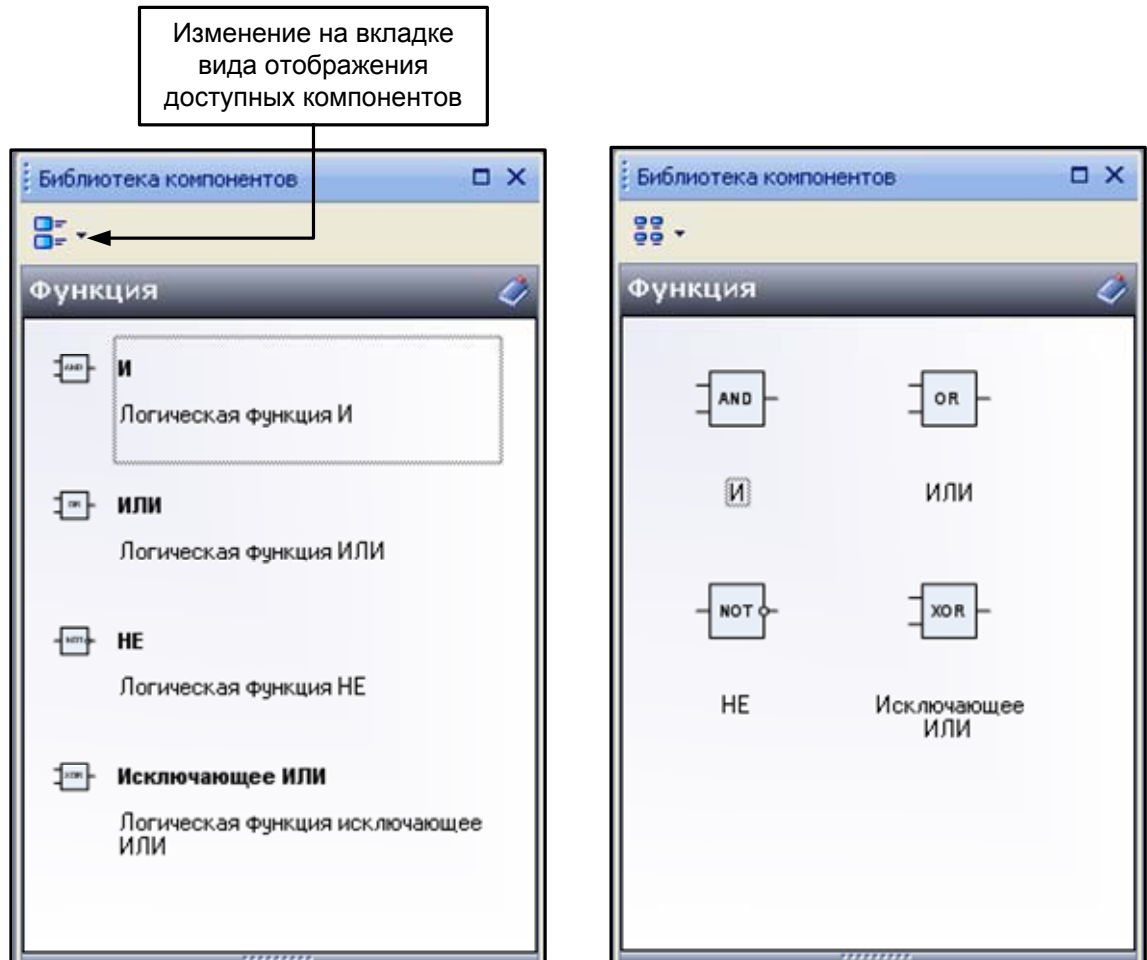

Рисунок 3.6 – Пример изменения отображения блоков библиотеки на вкладке «Функция»
1) **форму отображения доступных функций и функциональных блоков** для вкладок «Библиотеки компонентов» допускается изменять, рисунок 3.6.